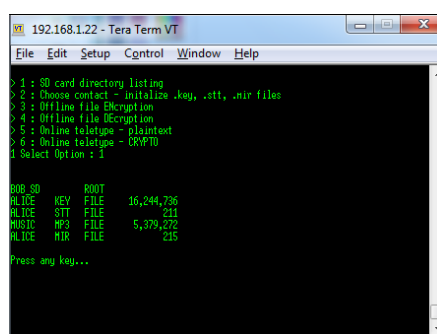

Figure 10. Répertoire *root* de la carte SD de Bob.
2. Bob insère sa carte SD dans son *shield*. La **figure 10** en montre le répertoire *root*.